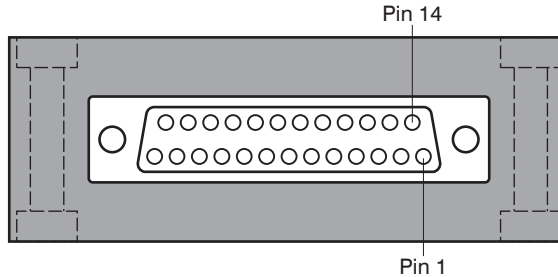

Abb. 9 25-poliger Versorgungs- und Ausgangstecker, Ansicht auf Lötstiftseite
- 1) an die 25-polige SUB-D Buchse (OUTPUT/POWER, siehe Abb. 9) am Controller und
- 1) mit der 25-poligen SUB-D Buchse (OUTPUT/POWER, siehe Abb. 9) am Controller verbinden,